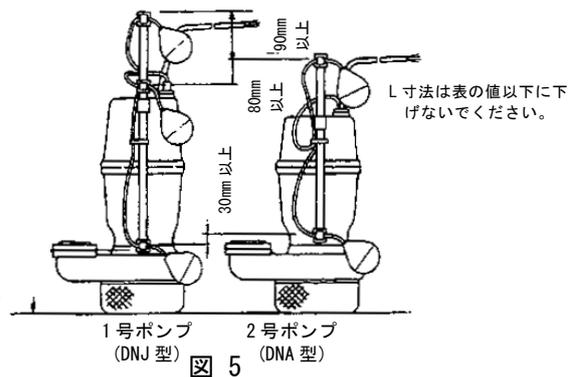

図 5
- 10) 自動交互形ポンプ (DNJ 型) は、DNJ 型と DNA 型を組にしてはじめて自動交互運転が行われます。図 5 の通りにフロートの位置を設定してください。フロートの位置関係が狂いますと正常な動作をしなくなる場合があります。